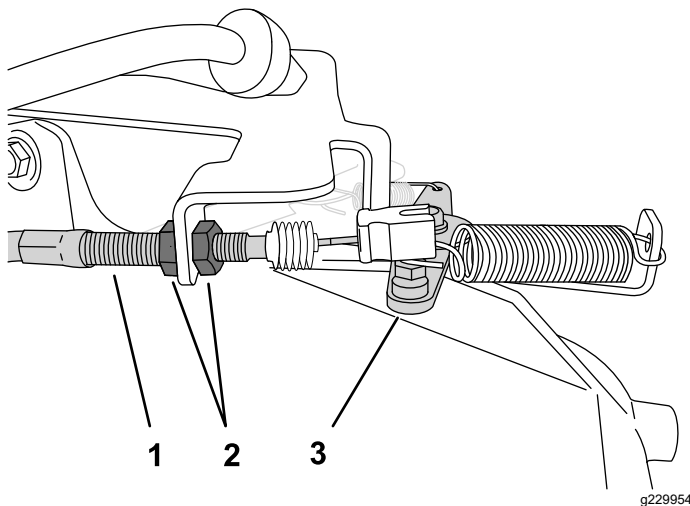

Figura 41
2. No compartimento do cabo do acelerador, desaperte a porca de retenção dianteira e aperte a porta de retenção traseira para aumentar o ralenti baixo Figura 41